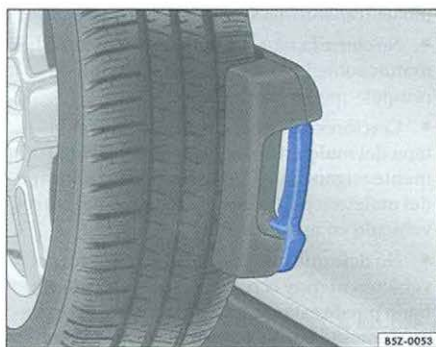

Fig. 41 Tapa del maletero: acceso
– Tire la palanca ⇒fig. 41 y, al mismo tiempo, desplace el soporte y la rueda de repuesto a la posición lateral, hasta que se encastre.